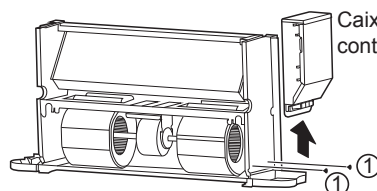

Figura 4-7 Remoção da caixa de controlo eléctrico
- Como mostrado na Figura 4-7, remova os parafusos ① *2 para retirar a caixa de controlo eléctrico.